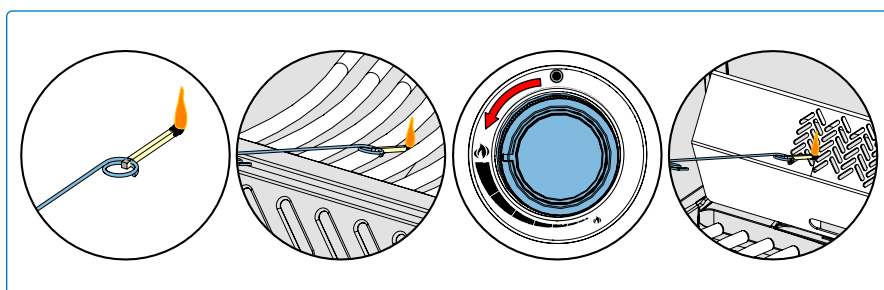

Fig. 8
3. Tout en tournant le bouton du brûleur correspondant à la position haute. (Fig. 8).